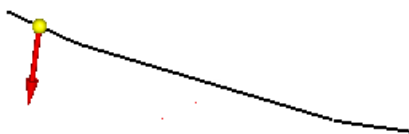

图 6.9.28 定义材料方向
(3) 定义材料厚度及方向。在“轮廓弯边”命令条中的“厚度:”文本框中输入值 1.0，并按 Enter 键；将材料加厚方向调整至图 6.9.28 所示的位置后，单击鼠标左键。